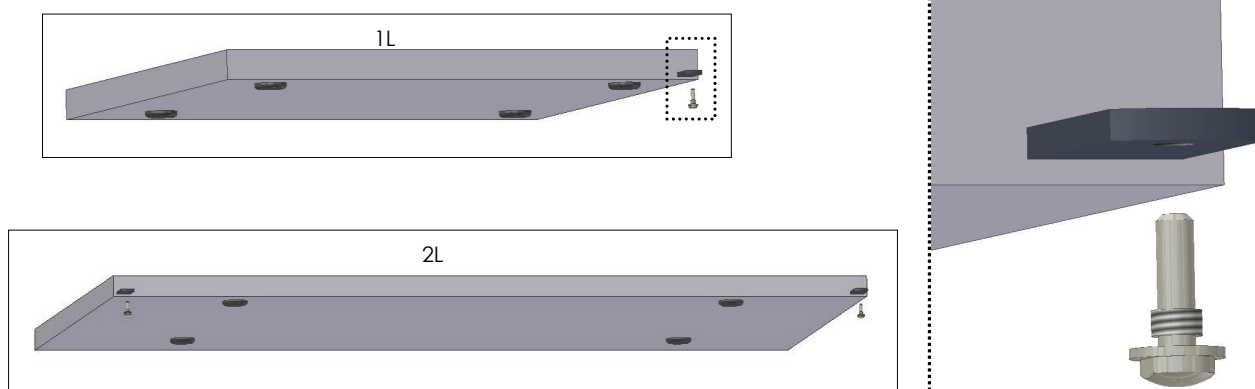

Fig. 1
- Placer **les boulons inférieurs** sur la linguette de fixation de la porte (Fig.1);